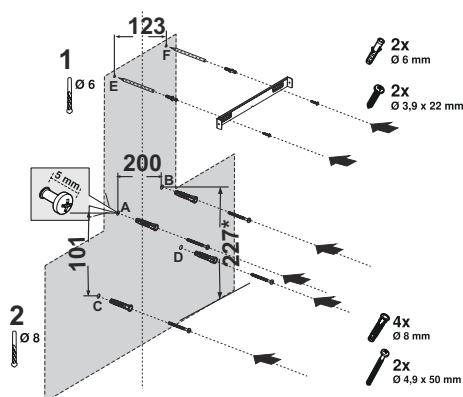

Fig. 10
1. ➤ 1. Tegn en vinkelret midterlinje på væggen fra loftet til underkant af emhætten. (Fig. 10).
2. ➤ 2. Markere punkterne du skal bore (Fig. 10).